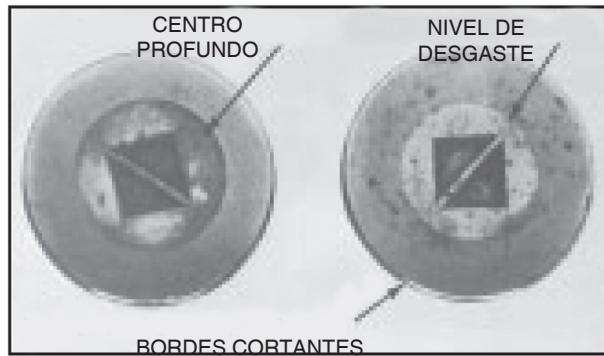

Figura 55
1. Desgaste acentuado en la cara ancha de los rodillos cónicos, con eliminación casi total del rebaje central. Figura 55.
2. Radio desgastado, con bordes cortantes, en la cara ancha de los rodillos. Figura 55.